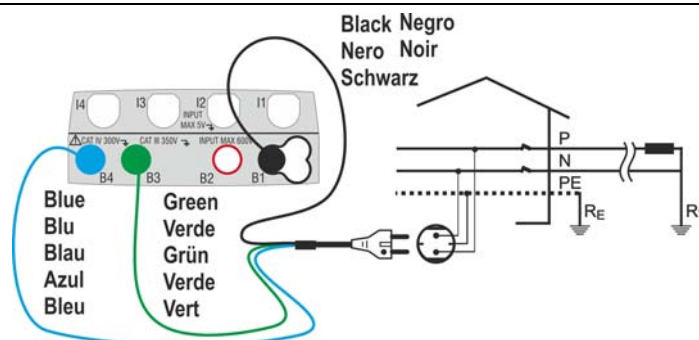
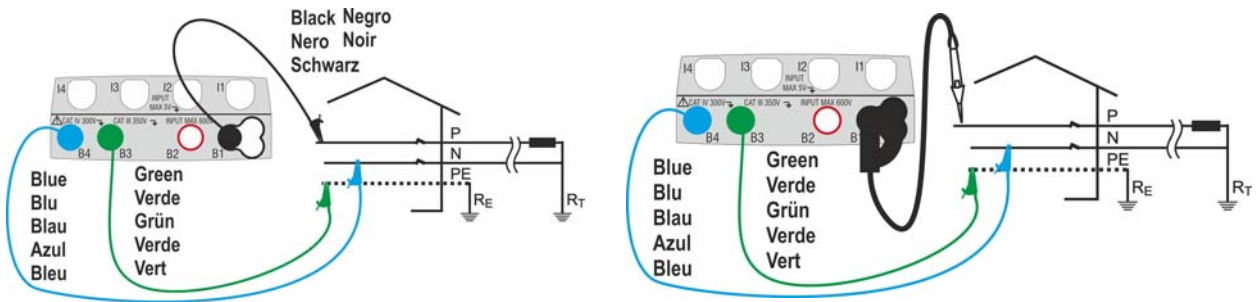
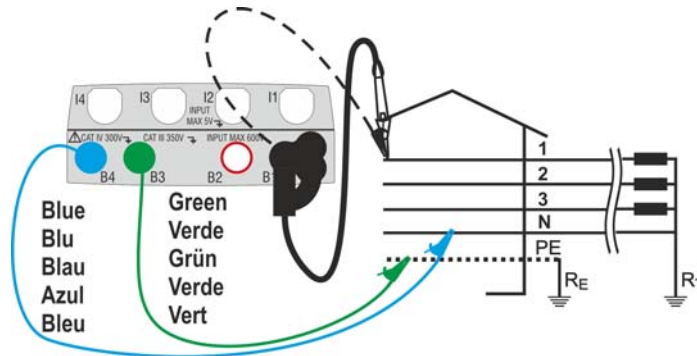
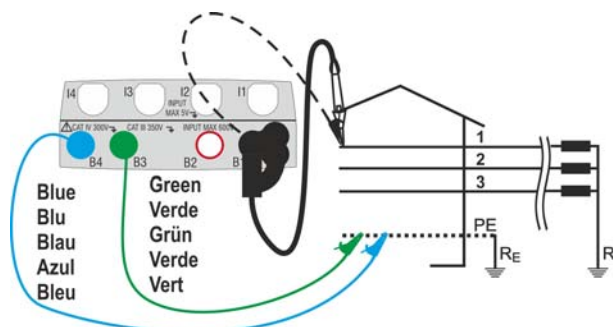

Fig. 17: Medida P-N/P-PE en instalaciones mono/bifásicas 230V mediante toma shuko
Fig. 18: Medida P-N/P-PE mono/bifásicas 230V con cables y punta remota
Fig. 19: Medida P-N/P-PE en trifásicas 400V+N+PE con cables y punta remota
Fig. 21: Medida P-PE/P-N en instalaciones 400V + PE (no N) con cables y punta remota
4. Conecte la toma shuko, los cocodrilos o la punta remota a la red eléctrica de acuerdo con las Fig. 17, Fig. 18, Fig. 19 y Fig. 21
4. Desconecte, cuando sea posible, todas las cargas conectadas aguas abajo del punto de prueba en cuanto la impedancia de dichas cargas podría influenciar los resultados de la prueba. Conecte la toma shuko, los cocodrilos o la punta remota a la red eléctrica de acuerdo con las Fig. 17, Fig. 18, Fig. 19 y Fig. 21 en el punto más vicino en las protección